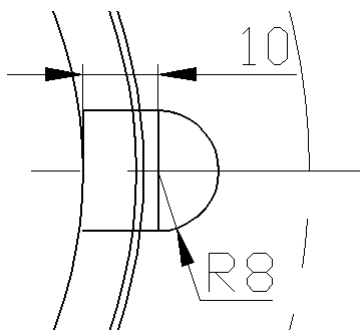
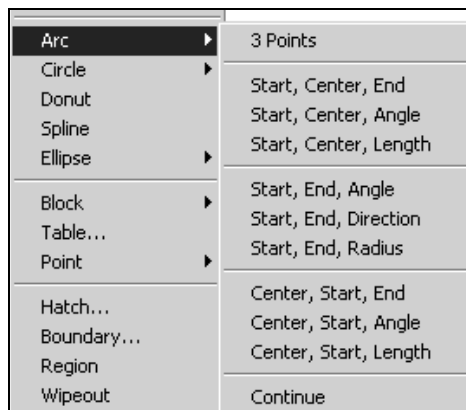

Рис. 12.5. Дуга и ломаная вблизи горизонтальной осевой линии
Рис. 12.6. Дополнительное меню с вариантами построения дуги
Теперь проведите вспомогательную ломаную из четырех отрезков с началом в точке пересечения правой половины горизонтальной осевой линии и внутреннего круга диаметром 118. Для этого включите режим **ORTHO** (ОРТО) и воспользуйтесь для построения отрезков ломаной линии методом направление—расстояние в следующем порядке от начальной точки (рис. 12.5):
Далее на вертикальном отрезке ломаной необходимо построить дугу окружности радиусом 8 (см. рис. 12.5). В AutoCAD имеется одиннадцать способов построения дуги окружности (рис. 12.6), но здесь удобнее воспользоваться построением дуги по начальной ее точке, центру и конечной точке.
2. Начальную точку дуги укажите привязкой **Endpoint** (Конточка), привязавшись к нижнему концу вертикального отрезка ломаной, центр ее — привязкой **Midpoint** (Середина) к середине стороны, а конец — привязкой **Endpoint** (Конточка) к верхнему концу отрезка (см. рис. 12.5).